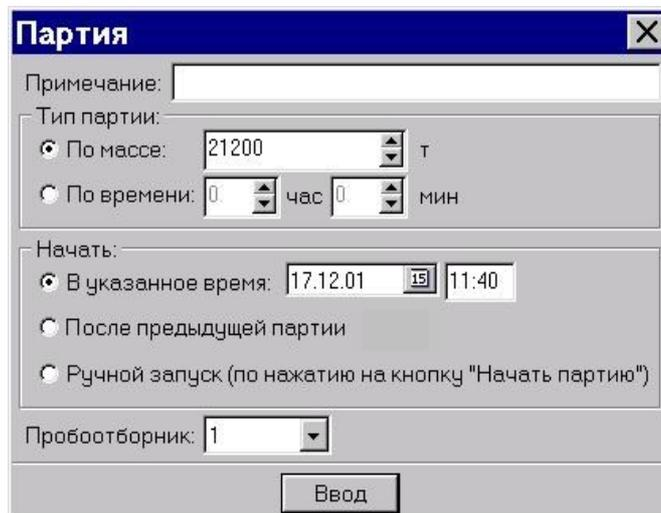

Рис. 32
1.1.5 Для задания новой партии необходимо нажать кнопку **Добавить**. Появляется окно (Рис. 32) для задания параметров партии.